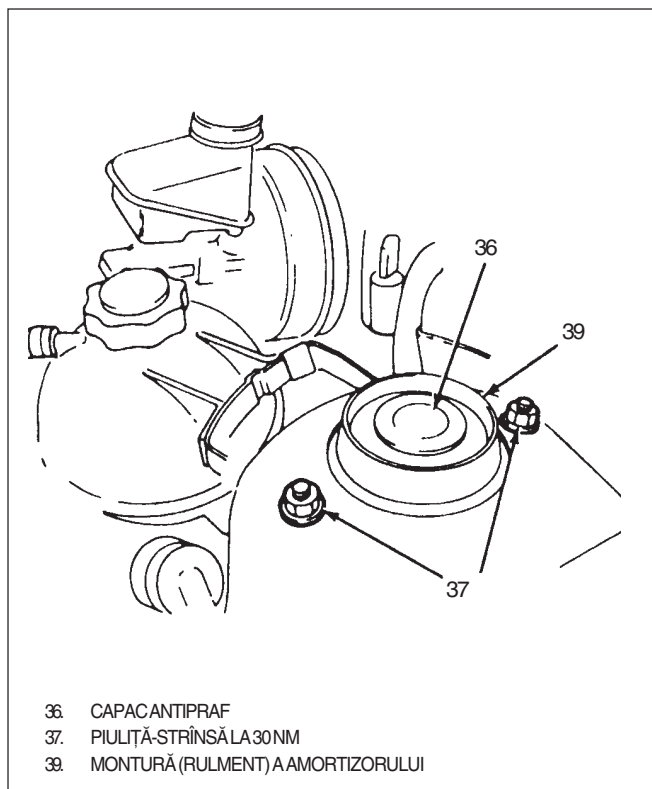

Fig. 5 Cuplarea amortizorului la șasiu
**Se demontează sau se deconectează (Fig. 5, 6, 7, 8, 9)**
- 1) Se slăbesc cele două piulițe (37) care prind partea superioară a amortizorului la caroserie.
- 2) Se slăbesc șuruburile roții. Se scot știftul (54) de la arborele de transmisie, piulița (55), și șaiba (53).